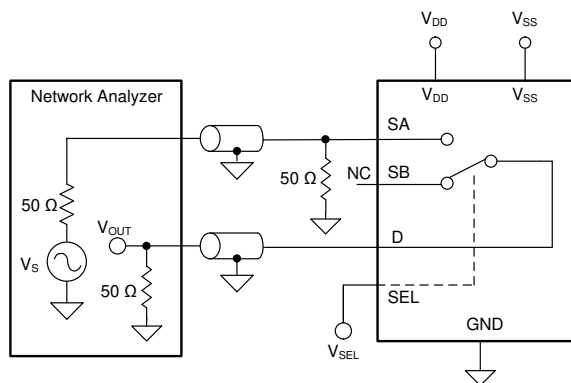

図 6-7. オフ絶縁測定時の設定
オフ絶縁は、オフチャネルのソース ピン (Sx) に $1-V_{RMS}$ 信号を印加した場合の、TMUX6136 のドレイン ピン (D) の電圧として定義されます。図 6-7 に、オフ絶縁の測定に使用する設定を示します。式 2 を絶縁の計算に使用します。